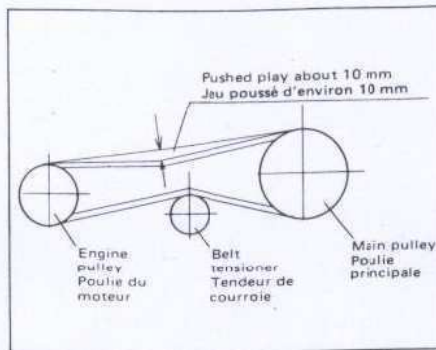

Fig. 6-1
- (1) 460 mm is the standard distance between the center of the engine pulley and that of the main shaft pulley. But when the belt is stretched or replaced for a new one, adjust the position of the engine so that the pushed play of the belt is about 10 mm when the belt is tensioned with the tension pulley as shown in the Fig. 6-1. After the adjustment is finished, clamp securely the engine setting bolts. In this case, please check both the pulleys are slighted with each other. Bad alignment will cause vibration resulting in idle turning and shorter life of belt.
- (2) To give proper tension to the V-belt, adjustment of main clutch wire adjuster is necessary besides above adjustment, as shown in Fig. 6-1.
- (1) La distance normale, qui sépare le centre de la poulie du moteur et celui de la poulie d'axe principal, est de 460 mm. Toutefois, lorsque la courroie est allongée ou remplacée par une neuve, il faut régler la position du moteur, de façon à obtenir un jeu d'environ 10 mm, lorsque la courroie est tendue par la poulie de tension, comme l'illustre la Fig. 6-1. Lorsque le réglage est terminé, serrer solidement les boulons de fixation du moteur. Dans ces cas, voir si les poulies sont bien alignées. Un mauvais alignement provoquera des vibrations, qui réduiront la durée de vie de la courroie.
- (2) Outre le réglage précédent, il est nécessaire de procéder au réglage du câble d'embrayage principal pour obtenir une tension adéquate de la courroie trapézoïdale. Voir la Fig. 6-1.